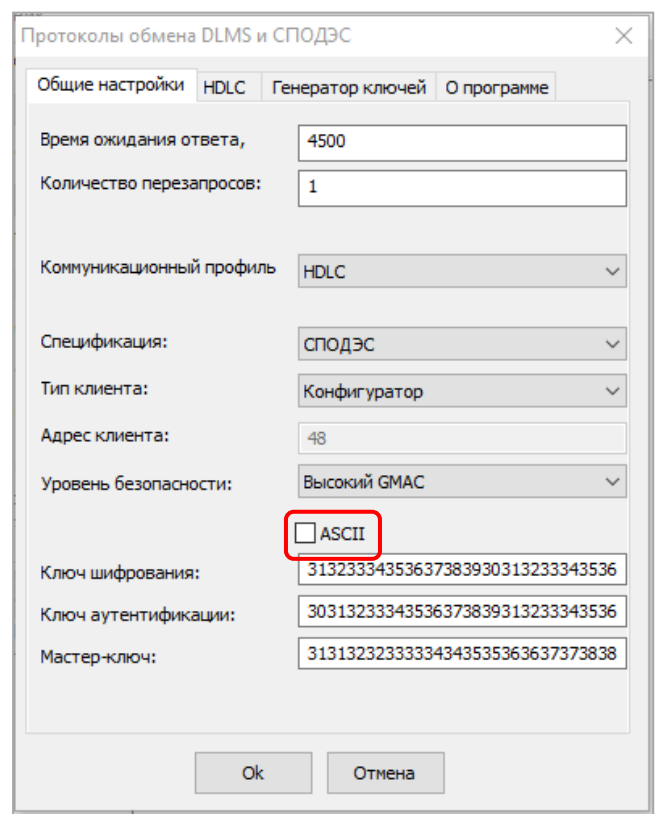

Рисунок 34 - Ввод ключей в виде 8 битных кодов
- в виде восьмибитных кодов (галочка ASCII выключена) (см. рисунок 34).